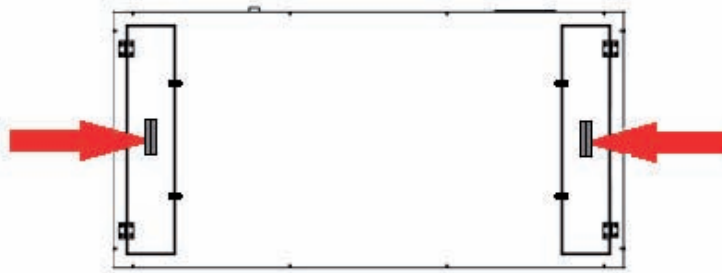

Fig. 12a
- pour l'unité en version horizontale, par des trappes à charnières, situées en bas, munies de poignées escamotables et d'un système de verrouillage (ces trappes permettent l'accès à la fois au filtre et au ventilateur ; **fig. 12a**)
Accéder aux ventilateurs comme décrit précédemment pour les filtres à air en utilisant exclusivement les trappes sur charnières (figures 12a et 12b) et vérifier la propreté et la libre rotation des hélices.